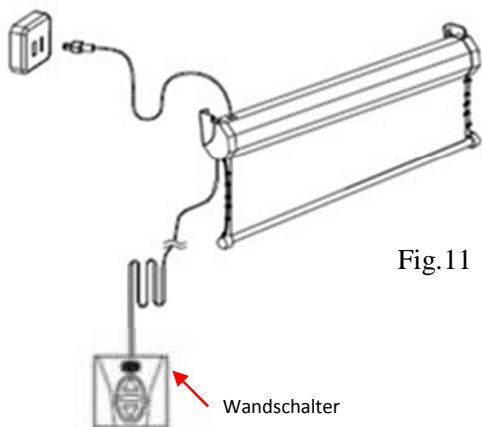

Fig.11
2. Wandschalter (B, Fig. 11): Den Wandschalter können Sie mit dem RJ-45 Eingang verbinden.